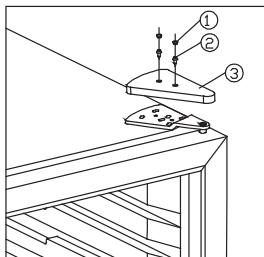
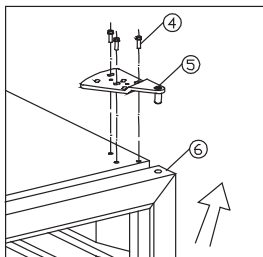
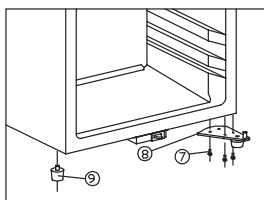
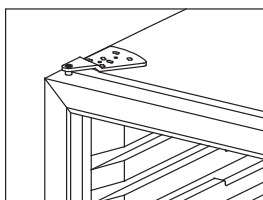

Abb. 4.1
Abb. 4.2
Abb. 4.3
Abb. 4.4
- Die Gummipfropfen (1) abmontieren. Siehe Abb. 4.1
- Die Schrauben (2) und die Scharnierabdeckung (3) entfernen
- Die 3 Schrauben (4), die das obere Scharnier festhält, abmontieren und das obere Scharnier abheben (5) **TÜR UNTERSTÜTZEN!** Siehe Abb. 4.2
- Die Tür (6) abheben und den Schrank auf den Rücken legen
- Die 3 Schrauben (7), die das untere Scharnier festhält (8). Siehe Abb. 4.3
- Den Gehäusefuß (9) vom Schrank abmontieren und auf der entgegengesetzten Seite wieder montieren
- Das untere Scharnier auf der linken Seite mit den 3 Schrauben montieren (7)
- Oberes Scharnier, Scharnierabdeckung und Gummipfropfen montieren. Siehe Abb. 4.4.